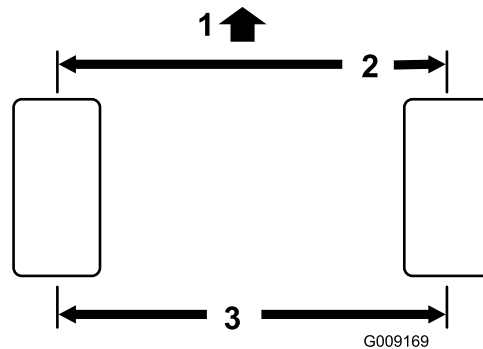

图 69
1. 测量前、后转向轮胎中心到中心轮轴高度的距离 (图 69)。